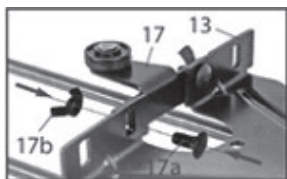

рис.8
Для фрезерования параллельно криволинейного края заготовки на параллельный упор крепится роликовая направляющая, как указано на рис.8:
- закрепить винтами (рис.8 поз.17а) и гайками-барашками (рис.8 поз.17b) роликовую направляющую (рис.8 поз.17) к упору параллельного фрезерования (рис.8 поз.13);